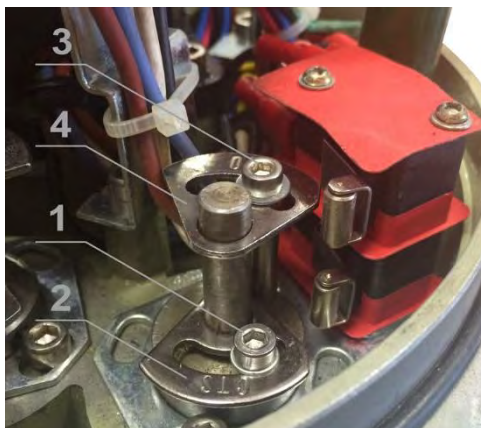

Рис. 5. Блок моментных выключателей
2.3.3.1.1. Ослабить крепежный винт (1) кулачка CTS (2) для свободного перемещения кулачка (рис.5).
2.3.3.2.1. Ослабить крепежный винт (3) кулачка OTS (4) (рис.5).